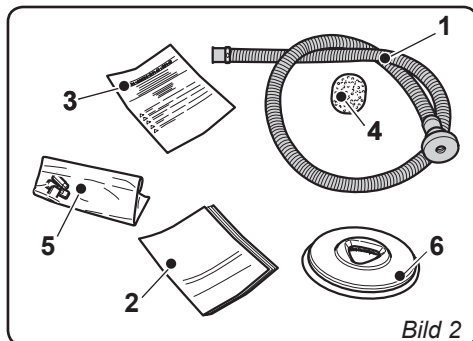

Bild 2
- Ta bort förpackningen (1) som innehåller de medföljande tillbehören.
2.1.a - Maskinutrustning (Bild 2)